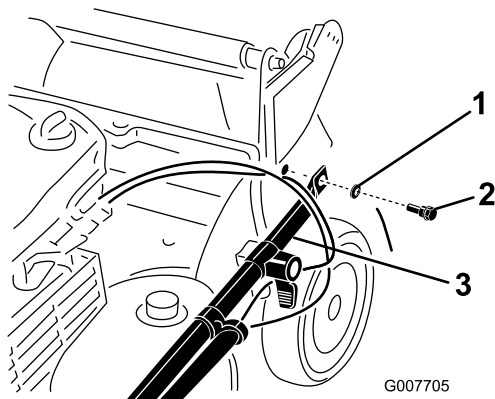

Figura 3
2. Fija los extremos del manillar al alojamiento del cortacésped con 2 arandelas y 2 pernos de manillar (Figura 3), **pero no apriete los pernos del manillar.**
Importante: Coloque los cables en el exterior del manillar (Figura 3).